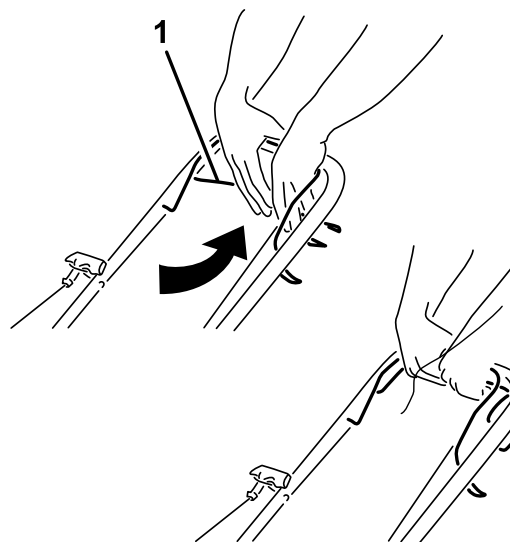

Figure 14
- Pour engager l'autopropulsion : Serrez et maintenez la barre de commande d'autopropulsion contre le guidon (Figure 14).